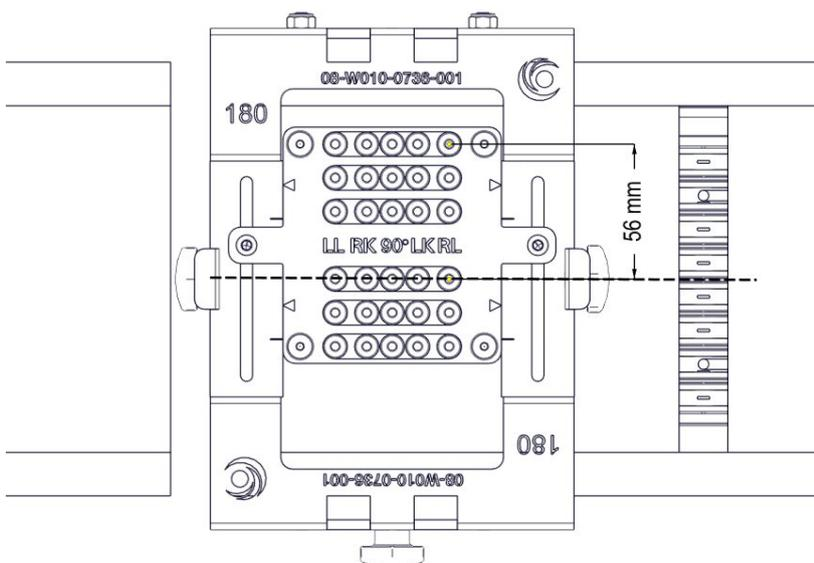

Abb. 38: Bohrbuchsenblock ausrichten
- Den Bohrbuchsenblock so nach oben schieben, dass die oberste Bohrbuchsenreihe der unteren Buchsen mittig auf der Mittellinie der Schleifleitung liegt. Somit ergibt sich ein Maß von 56 mm (siehe Abb. 38)